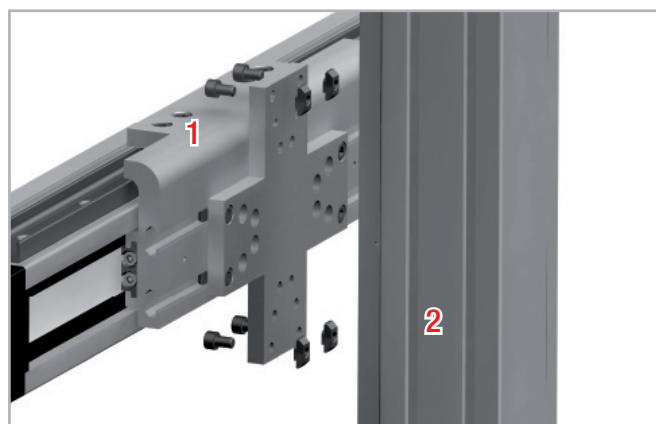

图. 76
4. 将螺栓穿过单元1的安装孔, 拧紧单元2的安装板 (见图76)。